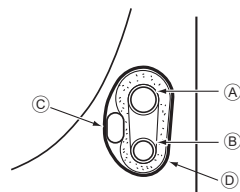

Fig. 4-4
4.3.1. Збереження в ділянці трубопроводу блока (Fig. 4-4)